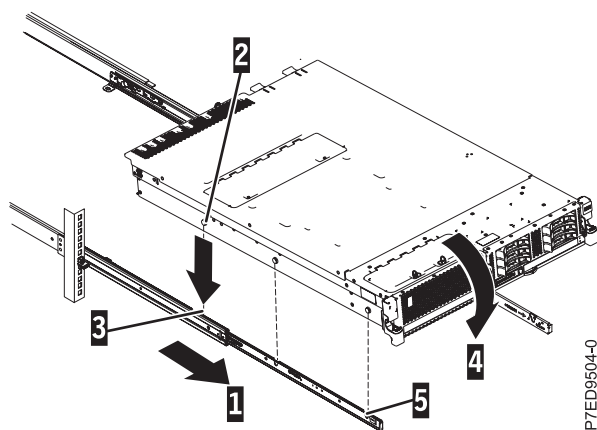

Abbildung 8. Schienen herausziehen und Nagelköpfe des Servers an den Aussparungen in der Schiene ausrichten
2. Ziehen Sie die Schienen nach vorne (1), bis sie zweimal einrasten. Heben Sie den Server vorsichtig an und kippen Sie ihn so in Position über den Gleitschienen, dass die hinteren Stifte (2) an dem Server an den hinteren Aussparungen (3) in den Gleitschienen ausgerichtet sind. Senken Sie den Server nach unten ab, bis die hinteren Stifte in die zwei rückwärtigen Aussparungen rutschen. Senken Sie dann langsam die Vorderseite des Servers (4), bis die anderen Stifte in die anderen Aussparungen der Gleitschienen rutschen. Stellen Sie sicher, dass die vordere Verriegelung (5) über die Nagelköpfe gleitet, wie in Abb. 8 dargestellt.